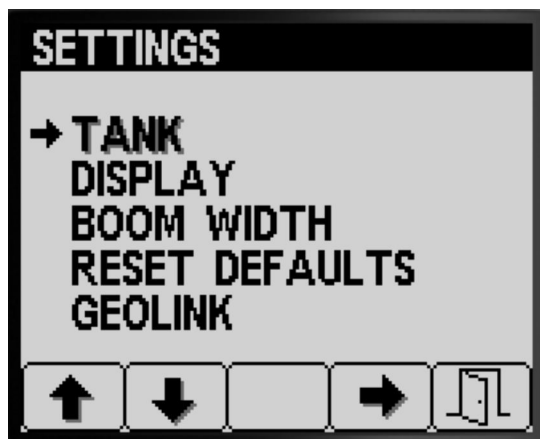

Figura 11
1. Pulse el botón 1 o el botón 2 para desplazarse a la opción DEPÓSITO (Figura 11).
2. Pulse el botón 4 para seleccionar el submenú DEPÓSITO (Figura 11).